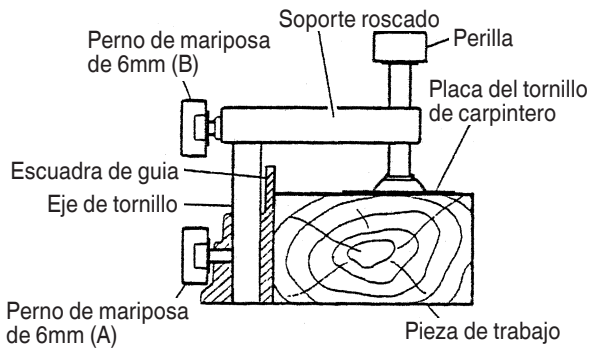

Fig. 14
- (1) El módulo de prensa de tornillo puede ser montado en el lado izquierdo o derecho del tope aflojando el perno de palomilla de 6 mm (A).
- (2) El portatornillo puede elevarse o bajarse de acuerdo con la altura de la pieza de trabajo aflojando el perno de orejas de 6mm (B). Después del ajuste, apriete firmemente el perno de orejas de 6 mm (B) y fije el portatornillo.
- (3) Gire la perilla superior y fije firmemente la pieza de trabajo en su lugar (Fig. 14).